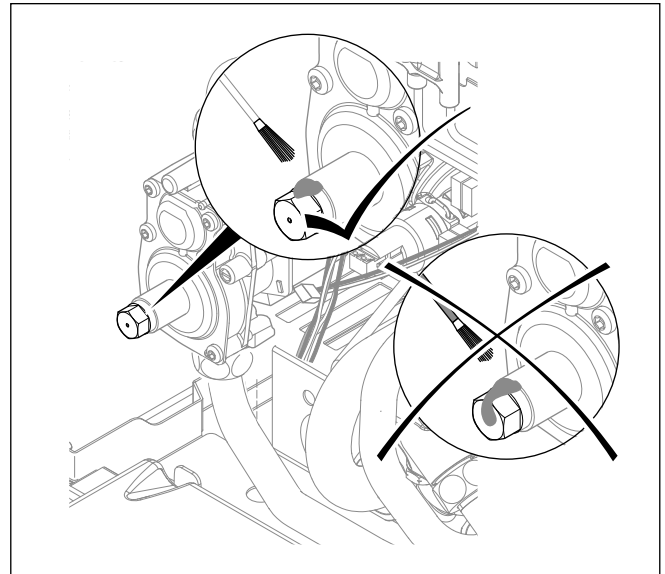

Abb. 6.8 Sechskant an der Gasarmatur versiegeln
- Die mittige Öffnung am Sechskant muss offen bleiben und darf nicht mit Siegelwachs bedeckt oder verschmutzt werden; siehe Abb. 6.8.